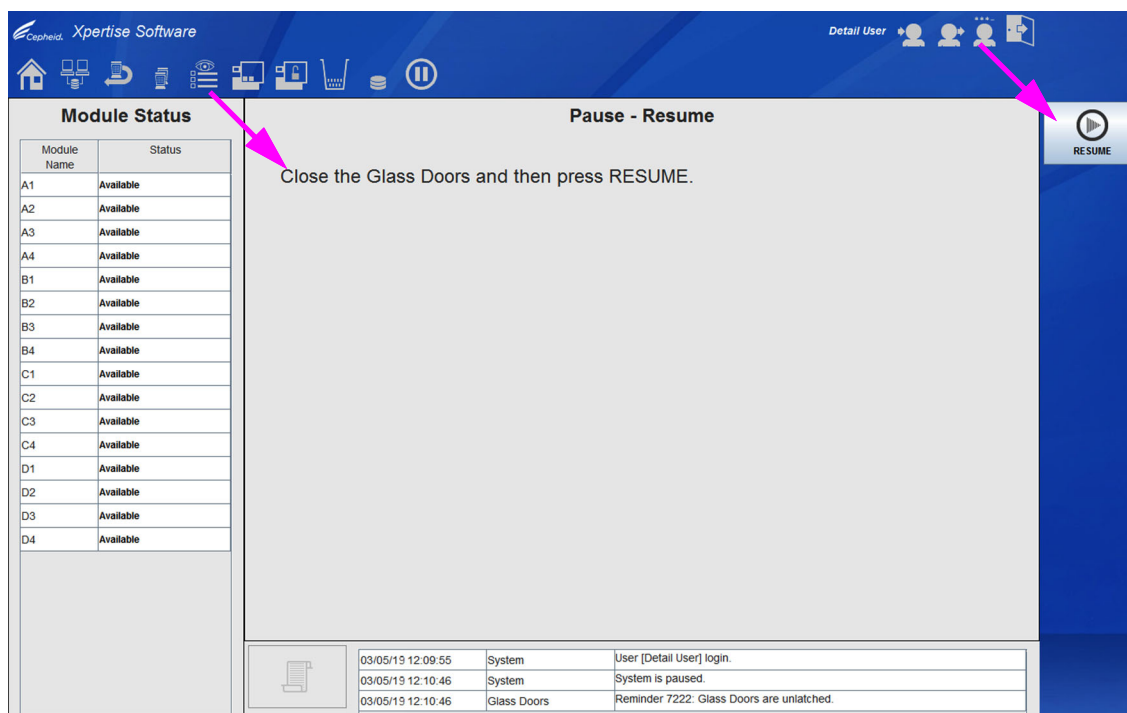

图 10-37. 暂停 - 恢复 (Pause - Resume) 工作区
4. 在您完成调整任何检测盒后，选择 **恢复 (RESUME)** 按钮。暂停 - 恢复 (Pause - Resume) 工作区会显示。请参见图 10-37。
5. 在暂停 - 恢复 (Pause - Resume) 工作区中，关闭玻璃门，然后选择 **恢复 (RESUME)** 按钮。请参见图 10-37。